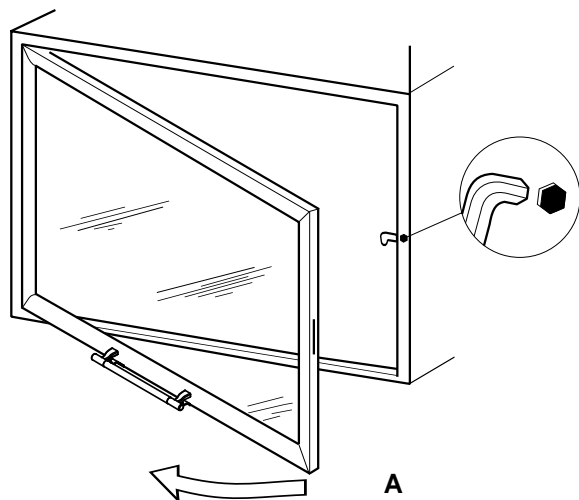

Fig. 7.1
7.1 PULIZIA DEL VETRO (FIG. 7.1)
- Non effettuare la pulizia durante il funzionamento del caminetto. (Fig. 7.1: A-apertura antina per pulizia vetro)
GB 7 MAINTENANCE AND CLEANING**7.1 CLEANING THE GLASS (FIG. 7.1)**
- Do not perform cleaning when the fireplace is in operation (Fig. 7.1: A-opening the door to clean the glass).
7 INSTANDHALTUNG UND REINIGUNG D**7.1 REINIGUNG KERAMIKGLAS (ABB. 7.1)**